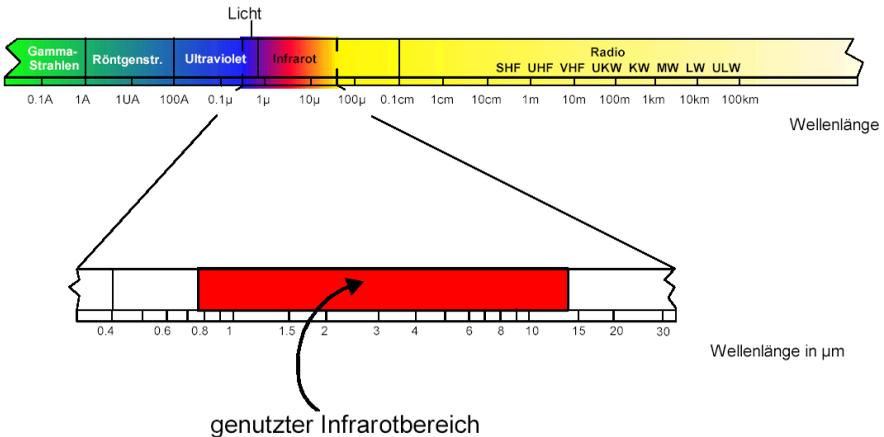

Abb. 2 Das elektromagnetische Spektrum, messtechnisch interessant der Bereich von etwa 0,7 bis 14 μm
Jeder Körper mit einer Temperatur (T) über dem absoluten Nullpunkt sendet entsprechend seiner Temperatur infrarote Strahlung, so genannte Eigenstrahlung aus. Ursache dafür ist die innere mechanische Molekülbewegung. Die Intensität dieser Bewegung hängt von der Temperatur dieses Körpers ab. Da Molekülbewegungen gleichzeitig Ladungsbewegungen darstellen, wird eine elektromagnetische Strahlung (Photonenteilchen) ausgesandt. Diese Photonen bewegen sich mit Lichtgeschwindigkeit und gehorchen den bekannten optischen Gesetzmäßigkeiten. Sie lassen sich umlenken, mittels Linsen bündeln oder können von spiegelnden Flächen reflektiert werden. Das Spektrum dieser Strahlung erstreckt sich von 0,7 bis 1000 μm Wellenlänge. Daher ist es für unser Auge normalerweise nicht sichtbar. Dieser Bereich liegt unter dem roten Bereich des sichtbaren Lichtes und wurde deshalb lateinisch „infra“-rot genannt (siehe Abb. 2).